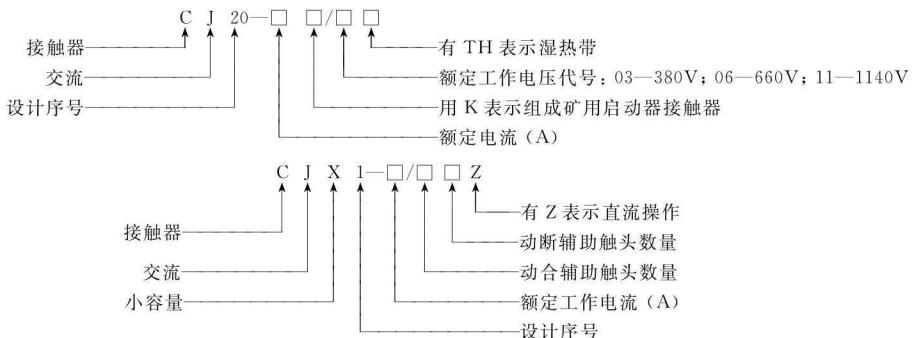

图 1-7 交流接触器型号的含义
(1) 交流接触器型号的含义。图1-7所示为交流接触器型号的含义。